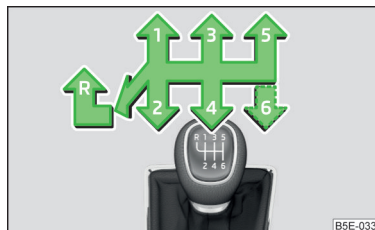

Fig. 140
Pe schimbătorul de viteze sunt reprezentate pozițiile individuale ale treptelor de viteză » fig. 140.
- Aduceți schimbătorul de viteze la maxim, înspre stânga și apoi înspre înainte, în poziția **R** » fig. 140.